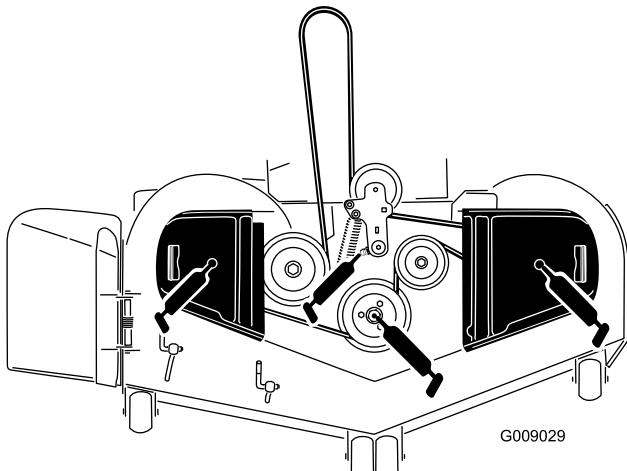

Figure 40
- Graissez le pivot de la poulie de tension du tablier de coupe jusqu'à ce que la graisse ressorte par le bas (Figure 40).
- Graissez les graisseurs sur le haut des 3 roulements d'axes jusqu'à ce que la graisse ressorte (Figure 40).
- Graissez le bras de la poulie de tension de la courroie d' entraînement (Figure 40).